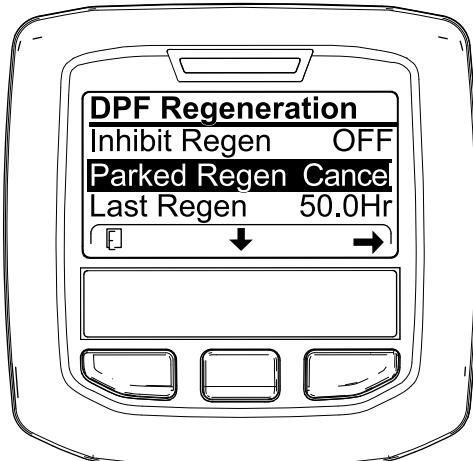

Рисунок 98
- Перейдите к меню регенерации DPF (Рисунок 98).
- Нажмите среднюю кнопку, чтобы перейти вниз к опции PARKED REGEN CANCEL (Отмена стационарной регенерации) (Рисунок 98) или к опции RECOVERY REGEN CANCEL (Отмена восстановительной регенерации) (Рисунок 99).
- Нажмите правую кнопку для выбора опции Regen Cancel (Отмена регенерации) (Рисунок 98 или Рисунок 99).